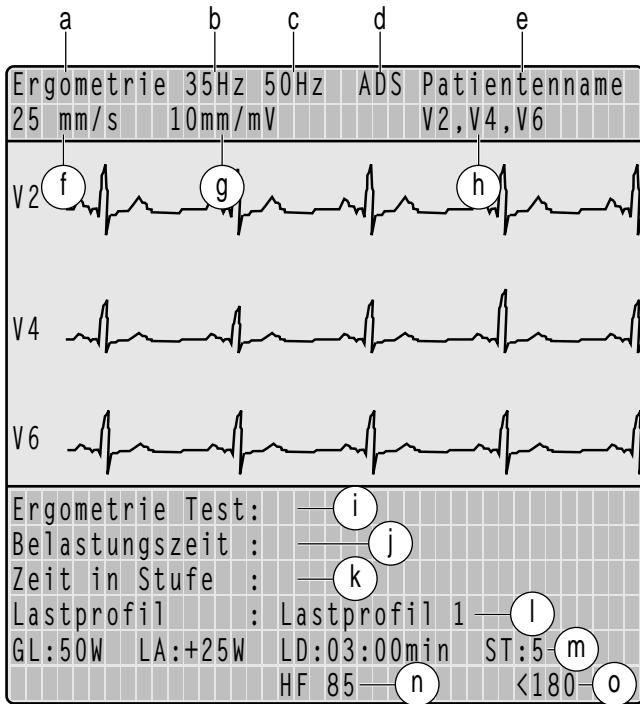

Bild 7-8. Display bei Ergometrie, Passiver Modus
Damit rufen Sie den sogenannten „passiven Modus“ auf (Bild 7-8). Sie können jetzt den Ergometrietest auswählen (Config, Abschnitt 7.4 „Konfigurieren“), Patientendaten eingeben (Pat, Abschnitt 4.3) und die Elektroden anlegen (Abschnitt 4.2).
Auf dem Display werden jetzt neben den Geräteeinstellungen angezeigt (Bild 7-8):
- die Empfindlichkeit mit $\frac{\text{mm}}{\text{mV}}$ umschalten (diese Umschaltung bezieht sich jedoch nur auf die registrierten Kurven und die Anzeige im Display (g, Bild 7-8); die Empfindlichkeit für die Kurven auf dem Display kann mit \uparrow + $\frac{\text{mm}}{\text{mV}}$ umgeschaltet werden.